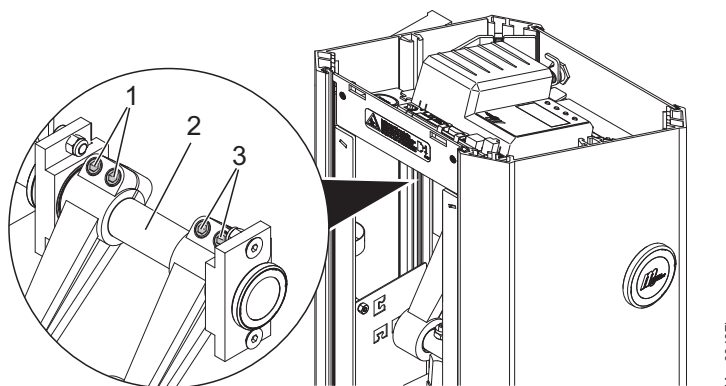

Bild 28: Lossa de inre sexkantbultarna Access XL
- Access XL: Se sida 70, Bild 28.